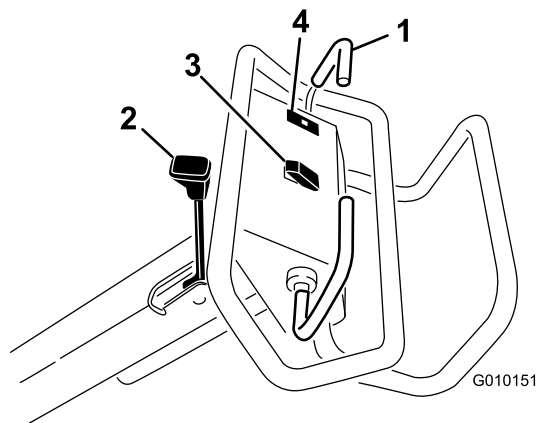

Рисунок 11
Для движения вперед передвиньте штангу управления тягой вперед. Для движения назад передвиньте штангу управления тягой назад (Рисунок 11).
- Для включения стояночного тормоза потяните его рычаг в сторону рукоятки оператора (Рисунок 11).
Сигнальная лампа давления масла (Рисунок 11) загорается, если давление масла в двигателе падает ниже безопасного уровня. При падении давления масла выключите двигатель и определите причину. Устраните повреждение, прежде чем снова запустить двигатель.
Подъем — для подъема и отключения вала аэратора нажмите на верхнюю часть переключателя (Рисунок 11). Двигатель должен работать для создания давления подъема. Если вал аэратора находится ниже транспортной высоты, см. раздел Сброс параметров цепи системы управления (страница 27).
Опускание/включение — для опускания и включения вала аэратора нажмите на нижнюю часть переключателя (Рисунок 11). Для активации переключателя штанга управления тягой должна находиться в переднем положении.